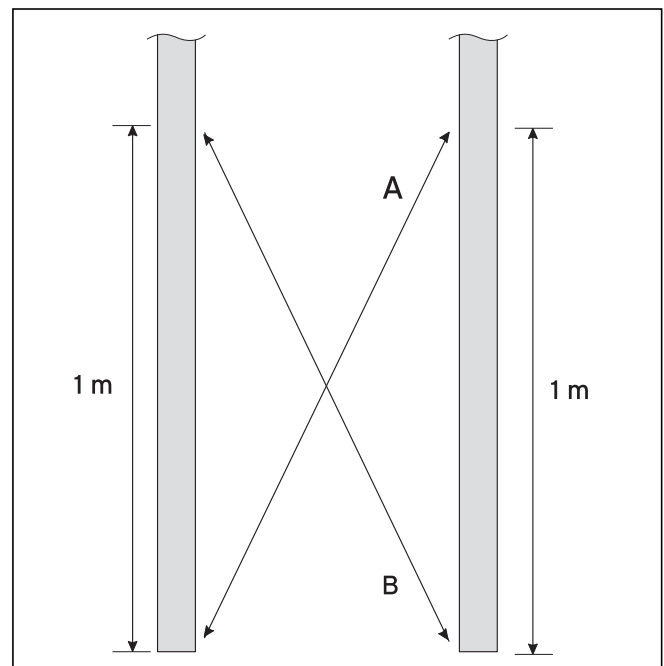

Bild 3.6 Parallell riktning av skenorna
Anvisning! Om två punkter markeras på varje montageskena och det diagonala avståndet är lika långt då är skenorna parallella med samma avstånd (se bild 3.6).
- Rikta de båda montageskenorna så att de är parallella och ligger på samma höjd (se även bild 3.6).